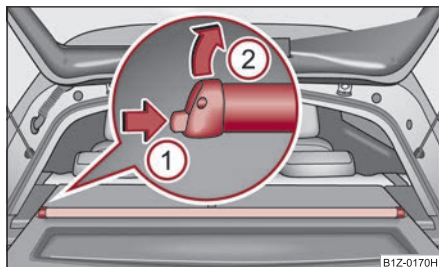

Fig. 69 Demontarea ruloului parasolar
- Desprindeți elementele de fixare de pe raftul portbagajului (C).
- Apăsați siguranța în sensul săgeții (1) și scoateți parasolarul în sensul săgeții (2) ⇒ fig. 69. ■